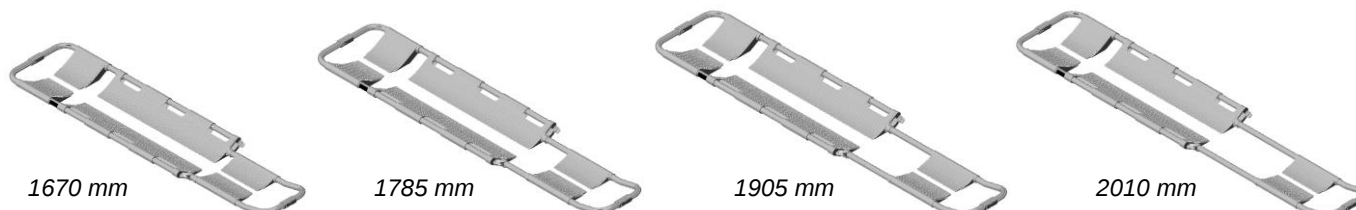

Fig. 4
4. faire coulisser les deux profilés pieds et régler dans la position souhaitée, considérant que la longueur de la civière peut être réglée entre 1670 et 2010 mm sur quatre intervalles (fig. 4) ;